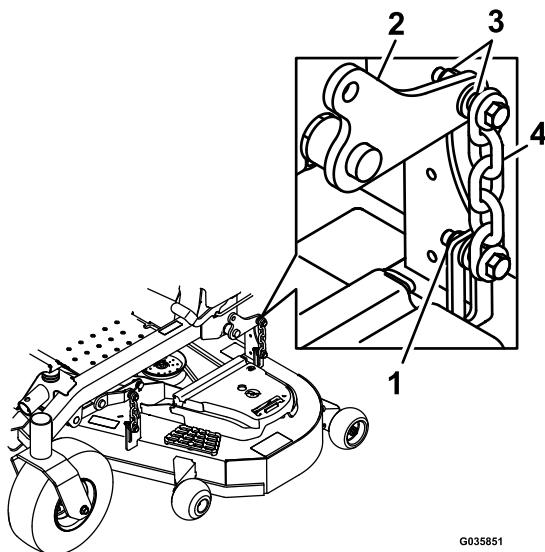

Figura 84
13. Afloje las contratuerzas (Figura 84) en las 4 esquinas y compruebe que la carcasa de corte está bien asentada sobre los cuatro bloques.